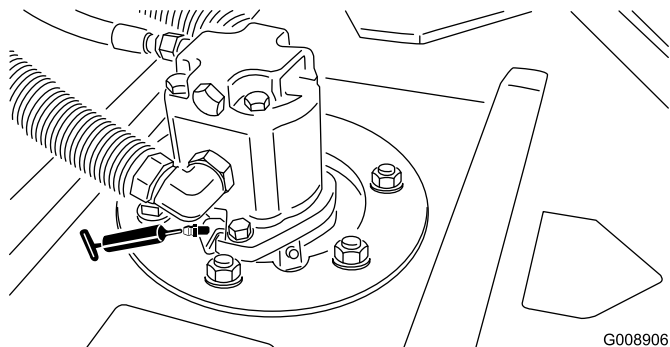

Figure 48
- Roulements d'axes de pivots de plateau de coupe (2 par plateau de coupe) (Figure 48)